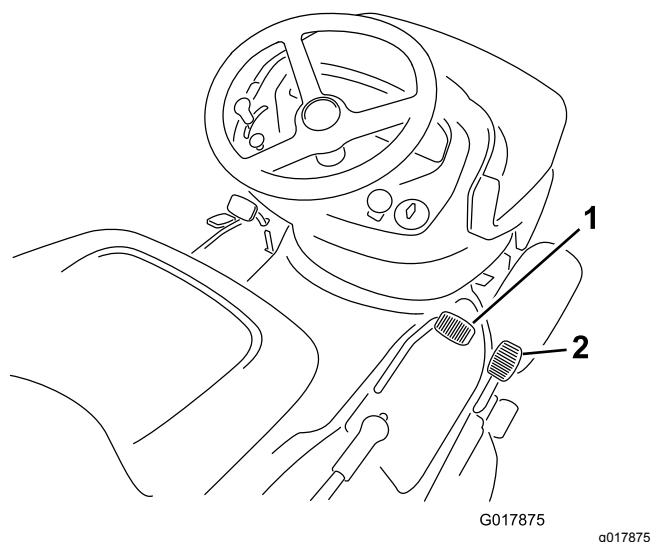

Figure 14
2. Posez le pied sur la pédale de déplacement en marche avant et enfoncez-la lentement pour avancer (Figure 14).
2. Posez le pied sur la pédale de déplacement en marche arrière et appuyez lentement dessus pour reculer (Figure 14).